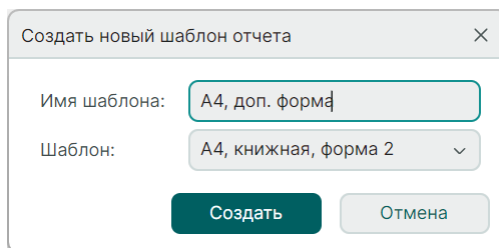

Рис. 86 Ввод имени нового шаблона
3. В поле «Имя шаблона» введите наименование нового шаблона листа отчета, Рис. 86.